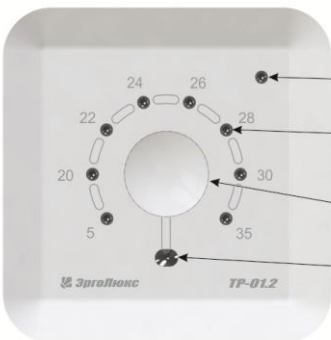

Рисунок 3 - Внешний вид терморегулятора.
2. Терморегулятор при первом включении включится. На лицевой панели индикатор температуры **3** укажет на 20°C, а нижний индикатор режима **1** загорится красным цветом (Рис. 3).